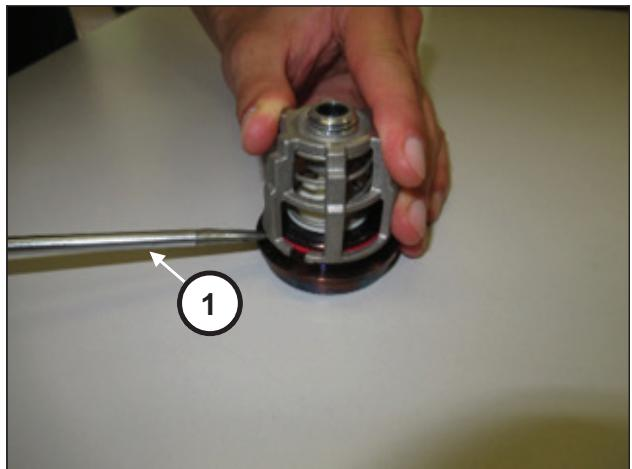

Abb. 108
Bauen Sie die Saug- und Druckventilgruppen durch Aushebeln mithilfe einfacher Werkzeuge aus (Pos. ①, Abb. 108).